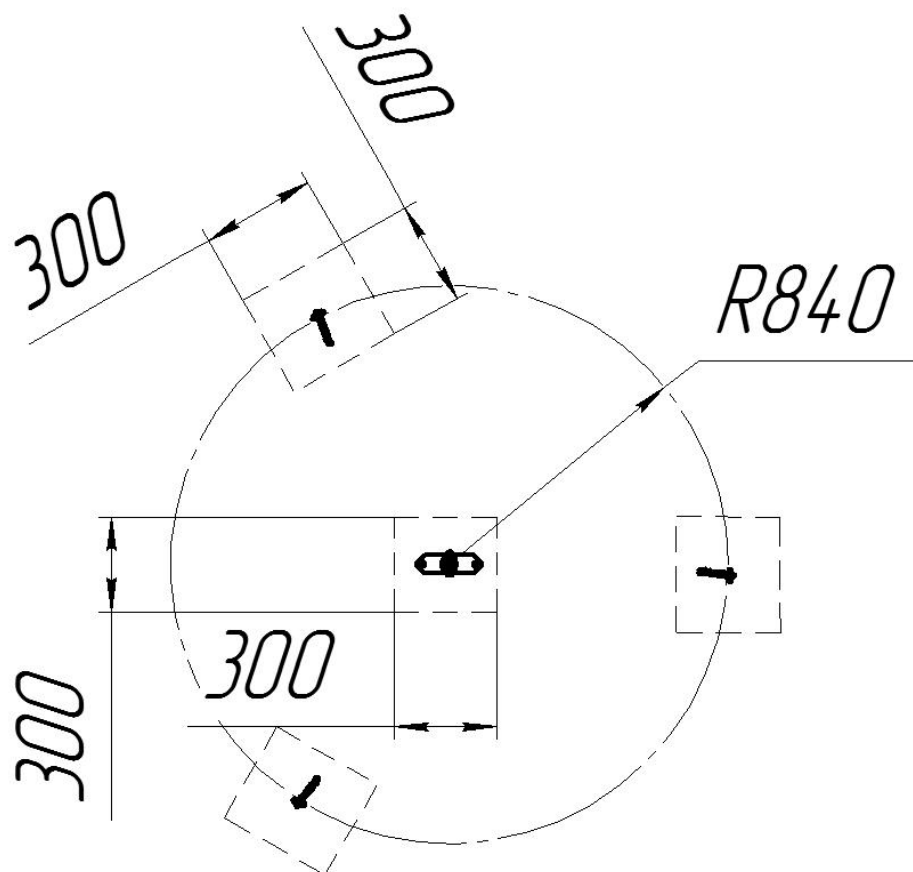

Рисунок 6 – Разметка участка
6.1.2 Произвести разметку участка (рисунок 6).